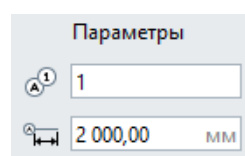

Рис. 10 Параметры оси
6. Построим вторую ось из точки **(0,0)** перпендикулярно первой. В **Параметрах** изменить обозначение оси, поставить 1 (рис. 10). Длина оси – **13600 мм**. (рис. 11)